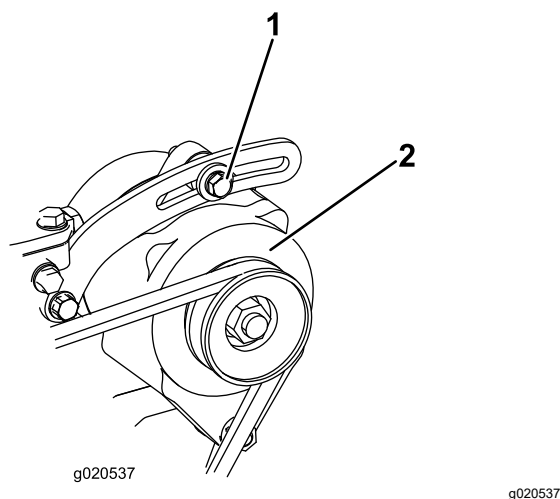

Figura 90
1. Si la desviación no es de 10 mm (3/8"), afloje los pernos de montaje del alternador (Figura 90).